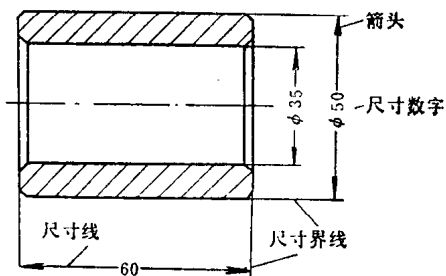
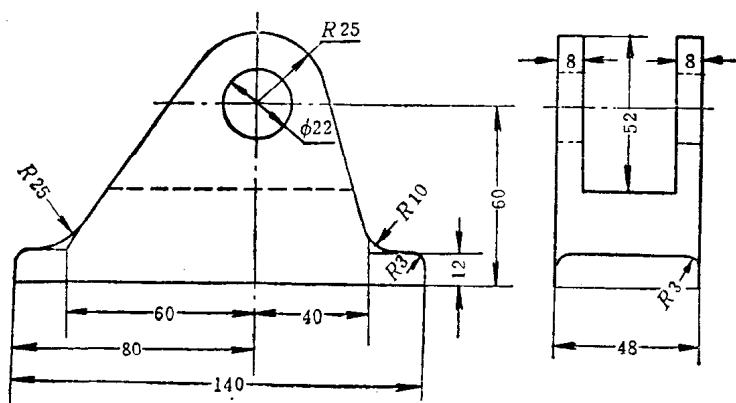
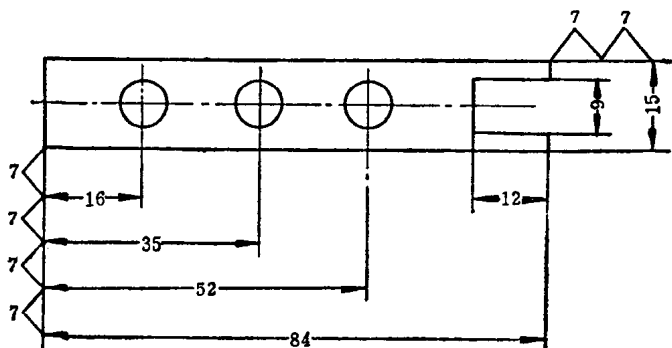

图3 尺寸的组成
图 6 中心线和轮廓线作尺寸界线用的示例
图 7 几条尺寸线相平行的画法
一个完整尺寸,应由尺寸界线、尺寸线、箭头和尺寸数字四部分组成,是为尺寸要素,如图3所示。以后提到尺寸时,就应该联想到这四个组成部分。
在斜面和平面的光滑过渡处标注尺寸时，尺寸界线必须自轮廓线延长部分的交点引出。有时零件的中心线和轮廓线也可用作尺寸界线，如图 6 所示。
2. 尺寸线 尺寸线是画在尺寸界线中间、中心线中间或轮廓线中间的细实线(参见图 3 和图 6), 用来表示尺寸的方向。线的粗细与尺寸界线一样, 同为轮廓线的 $1/3$ 或更细。尺寸线到轮廓线间的距离不可小于 5 毫米 (建议取 7~10 毫米), 并且应同所表示的线段相互平行。如果几条尺寸线相平行时, 尺寸线间的距离最好画得相等, 如图 7 所示。尺寸线中间可断开, 以便填写尺寸数字。但也可不断开, 这时, 尺寸数字应填写在尺